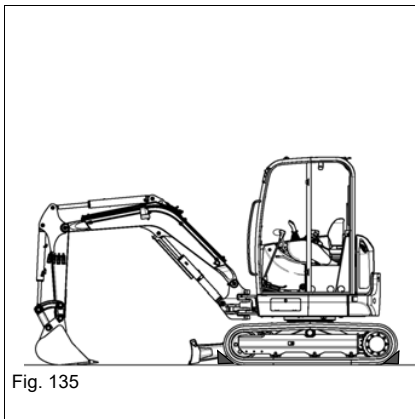

Fig. 135
10. Asegurar el vehículo con cuñas de calce (ver Fig. 135).